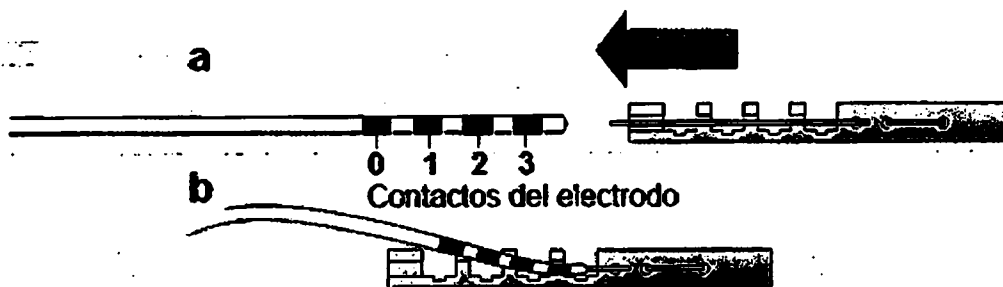

Figura 6. Acople el fiador corto al electrodo.
- a. Acople el fiador corto que se adjunta al extremo proximal del electrodo (Figura 6).